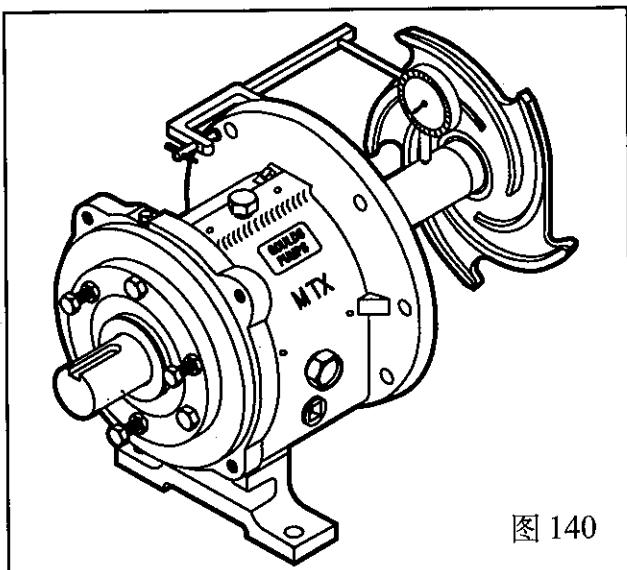

图 140
3. 检查轴 / 轴套的径向跳动，如使用轴套则套上轴套(126)，并旋上叶轮拧紧，将轴转动 360° ，如果百分表最大读数超过 0.002 英寸，拆卸并分析原因，拆下叶轮和轴套(图 140)。